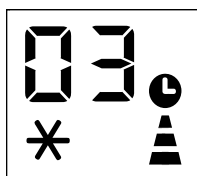

Fig. 3
- Tryk på knappen . Skærmen vil vise 1-24 timer, og symbolerne og og blinker på samme tid (Fig. 3)